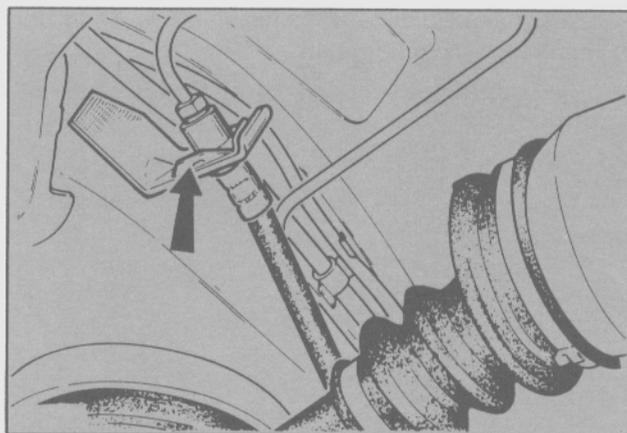

Fig. 7. Fijación de la tubería de freno y tubo flexible al soporte (la flecha señala la grampa en "U").
- Separar los flexibles hidráulicos de freno sujetos a la tubería de frenos, por medio de los soportes derecho e izquierdo ubicados en los brazos de suspensión trasero (Fig. 7).